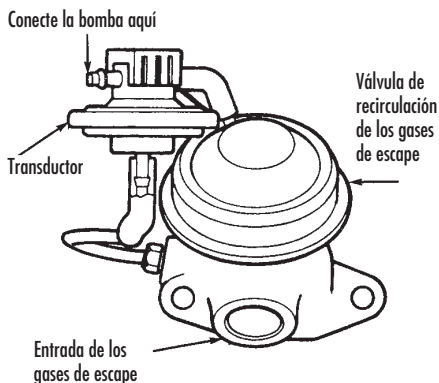

FIGURA 12: PRUEBE CON LA BOMBA EL SUMINISTRO DE VACÍO PARA LA VÁLVULA TRANSDUCTORA DE CONTRAPRESIÓN
1) Quite el filtro de aire y tapone la conexión del múltiple de admisión. Haga funcionar el motor al ralentí hasta que alcance la temperatura normal de operación. Coloque el seguidor de la leva de ralentí alto en el segundo escalón de la leva de ralentí alto (para obtener unas 1500 rpm). A continuación observe las rpm del motor con un tacómetro y utilice la bomba para probar el suministro de vacío en la fuente del múltiple (FIGURA 12). Observe esta lectura.